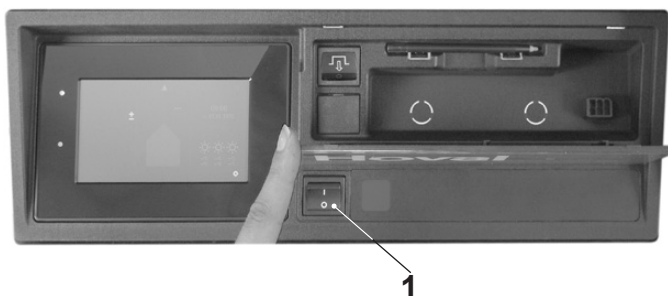

Fig. 30
- Controllare l'interruttore di abilitazione (1, Fig. 30), deve trovarsi in «Posizione I».